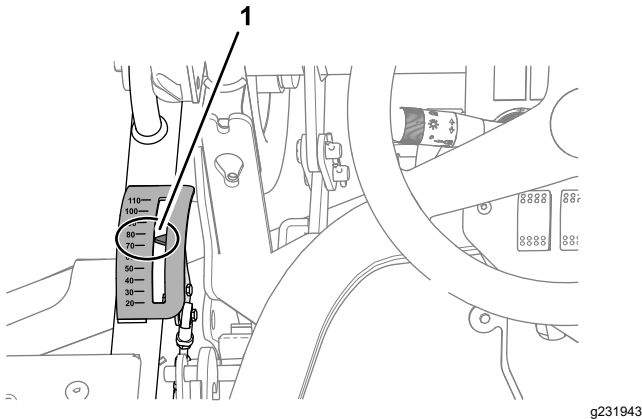

Figura 124
1. Regolate l'altezza di taglio su 75 mm (Figura 124).